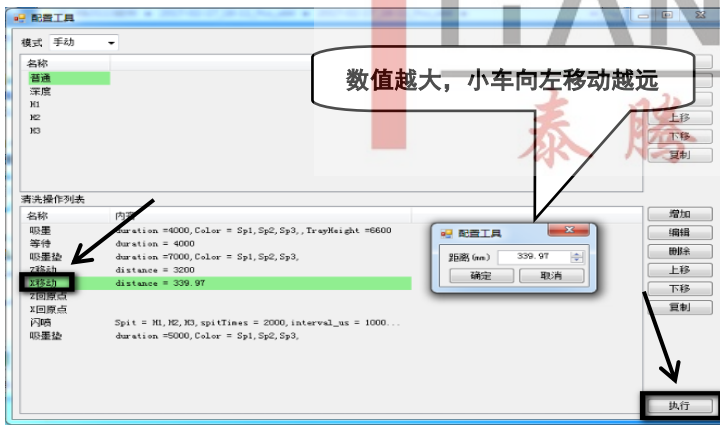
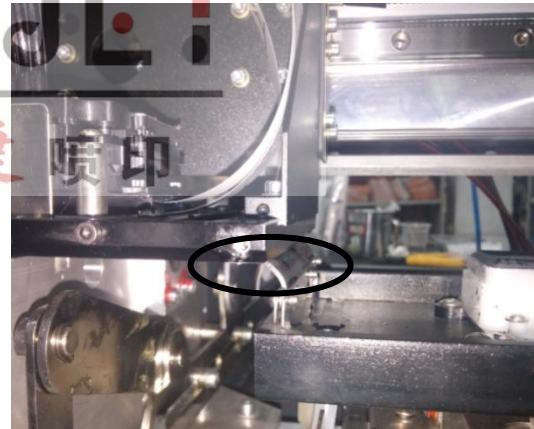

图 7.14 X 移动内容
图 7.15 X 移动过程
6、鼠标左键双击“X 移动”内容根据如图 7.14 设置确定。设置完成后鼠标左键单击 X 移动—>执行,小车从 X 原点向左移动,进行刮墨,如图 7.15。小车向左移动的出厂值为 339.97。